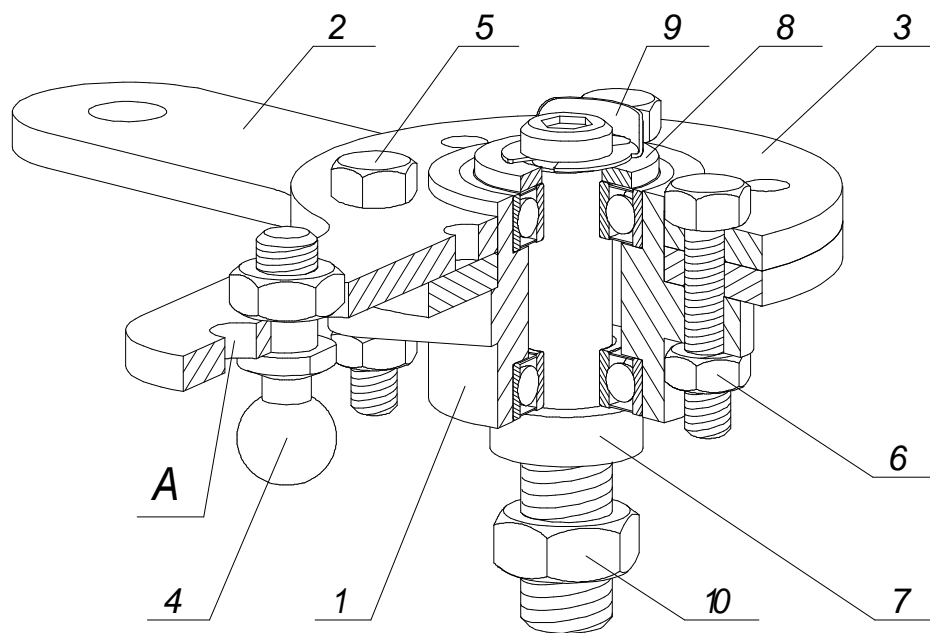

Рис. 4. Транслятор
**1.4. Транслятор** (рис. 4) предназначен для преобразования возвратно-поступательного движения сердечника троса выбора через реактивную тягу и рычаг в перемещение штока переключения передач.